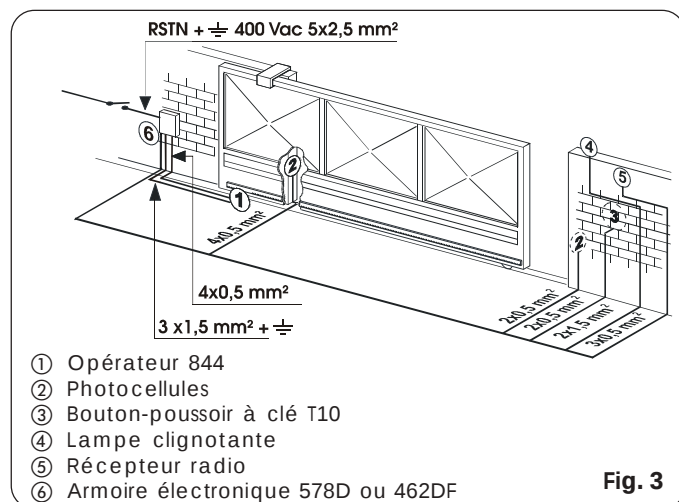

Fig. 3
- 4) Prédisposer les câbles électriques pour la connexion avec les accessoires et l'alimentation électrique conformément à la Fig.3.